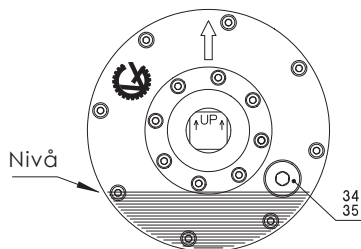

Fig. 3b
2. Roter trummotorn tills påfyllningspluggen (pos. 34) är i läget klockan 6.
5. Fyll på trummotorn med den rekommenderade typen och mängden olja. Den radiella pilen på trummans kapselmutter där påfyllningspluggen sitter måste peka uppåt för att man ska kunna kontrollera rätt oljenivå. När pilen är i läget klockan 12 ska oljan bara precis "gråta" lite ur påfyllningspluggens hål (se fig. 3b).
6. Sätt tillbaka påfyllnadspluggen och byt ut kopparbrickorna (pos. 35). Se konstruktionen på sid. 22-24.